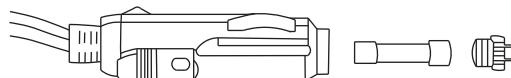

Рис.6
**4. Замена предохранителя:** Развинтите штекер подключения в прикуриватель, извлеките старый предохранитель далее замените на новый. - (рис.6). Всегда используйте рекомендованный предохранитель 8 А. Использование любого другого может повредить проводку вашего автомобиля либо мини-мойку.